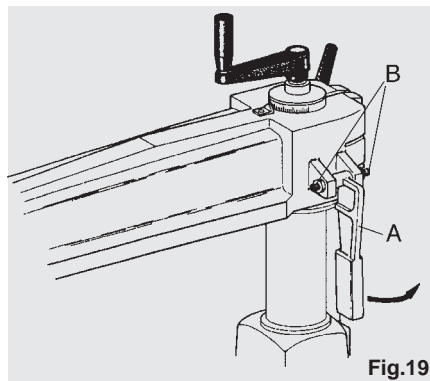

Fig.19
Sortir le levier (A) de son enveloppe et l'insérer entre les boulons (B) sans tête comme dans la figure 19. Remettre la fixation définitive à la phase de réglage de la perpendicularité du bras par rapport à la règle de butée.